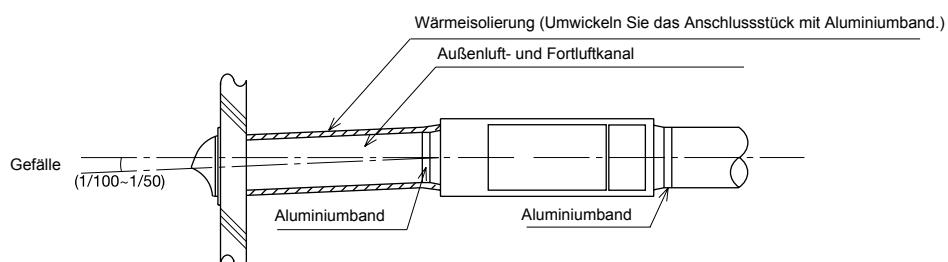

Abb. 2
- Installieren Sie die beiden Außenkanäle mit Gefälle nach außen, damit kein Wasser eindringen kann. (Gefälle: 1/100~1/50) (Abb. 2)
- Bringen Sie an beiden Außenkanälen (Außenluft- und Fortluftkanal) unbedingt eine Wärmeisolierung an, um Kondensatbildung zu verhindern. (Werkstoff: Glaswolle, Dicke: 25 mm) (Abb. 2)